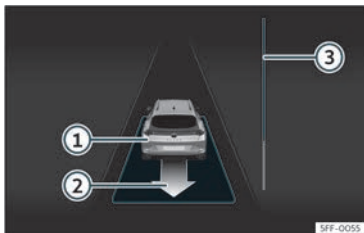

Fig. 174 Na pantalla do cuadro de instrumentos: desaparcar dun espazo en liña.
- Retroceda ata que soe o sinal continuo del ParkPilot; **OU BEN**: vaia marcha atrás ata que na pantalla do cuadro de instrumentos apareza a indicación de dar marcha adiante. A barra de progreso **>>> fig. 174 ③** indica a distancia a percorrer **>>> páx. 279** .